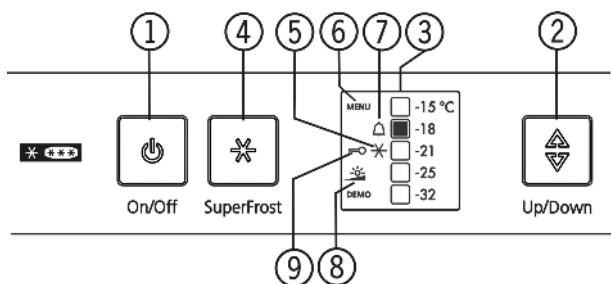

Fig. 3
- ▶ Vajutage On/Off-klahvi Fig. 3 (1).
- ▶ Seade on sisse lülitatud. Temperatuurinäidik ja alarmi sümbol Fig. 3 (7) vilguvad, kuni temperatuur on piisavalt madal.